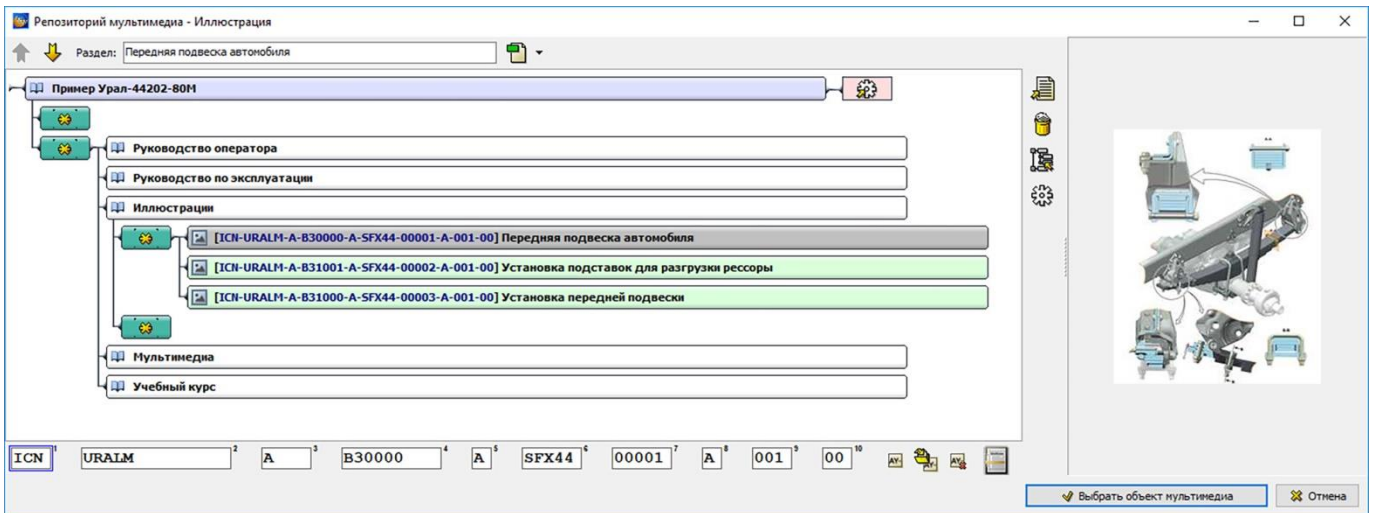
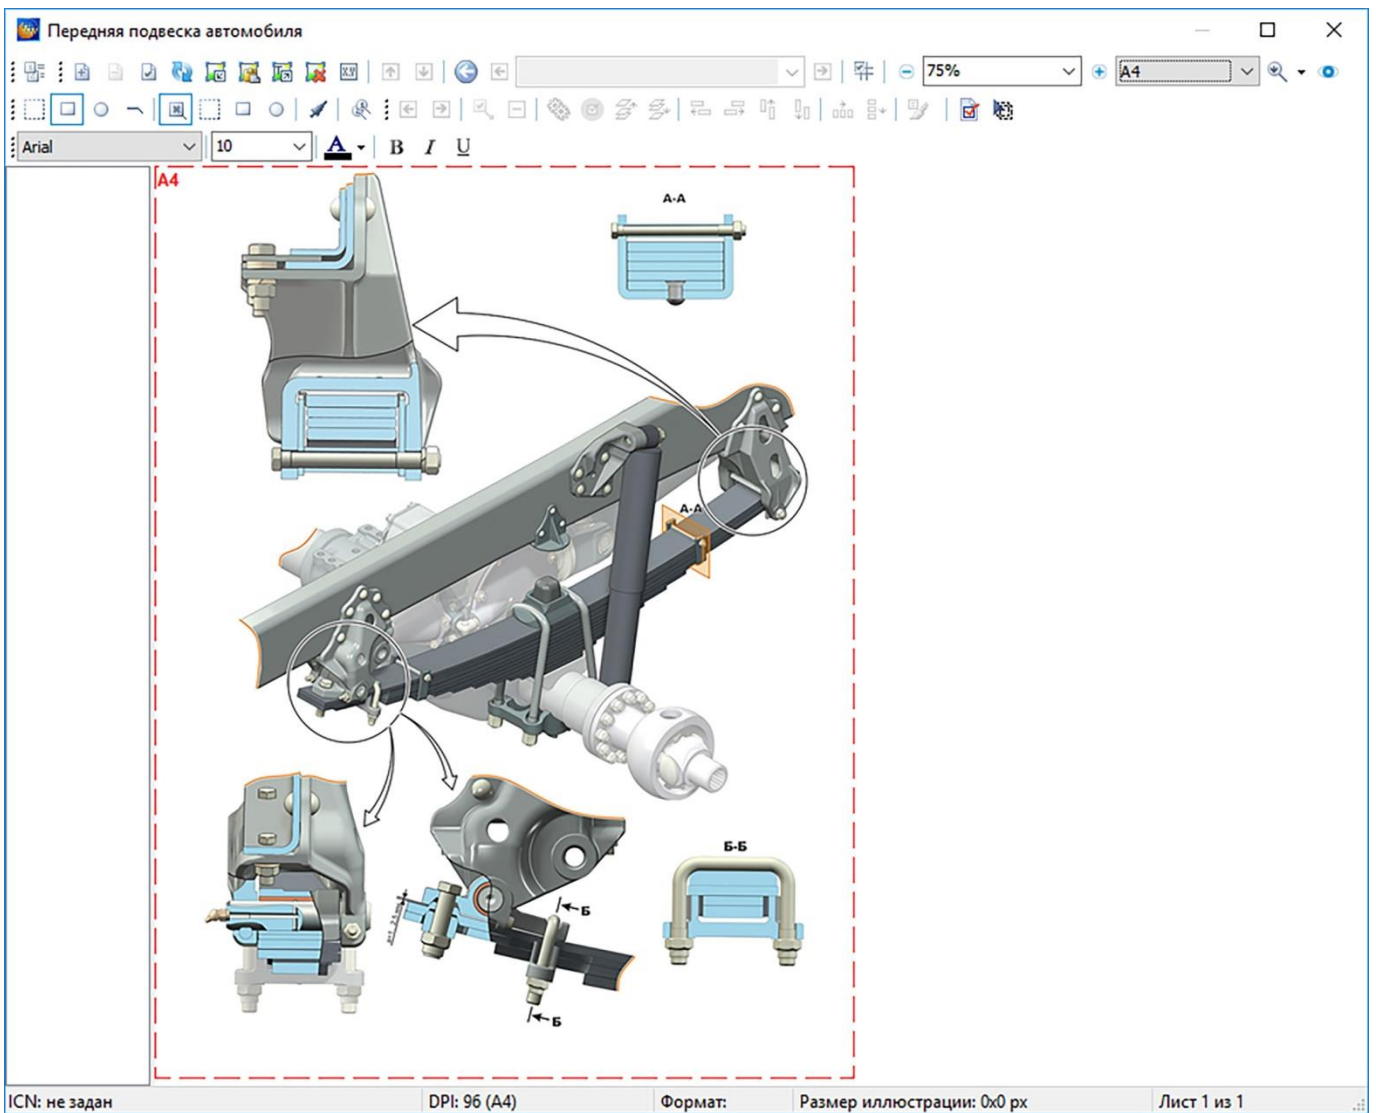

Рисунок 221
Рисунок 222
2) Выберите модуль данных с соответствующей иллюстрацией и нажмите на кнопку **Выбрать объект мультимедиа** (рисунок 221). После этого изображение появится в окне создания иллюстраций (рисунок 222)